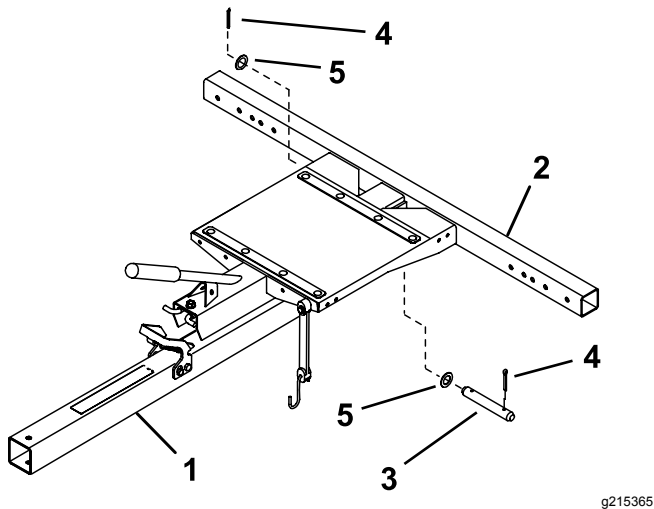

Figura 1
1. Introduzca la barra de remolque en el bastidor, alineando los taladros de montaje traseros (Figura 1).
2. Fije la barra de remolque en el conjunto del chasis con un 1 pasador de horquilla, 2 arandelas y 2 pasadores de chaveta (Figura 1).